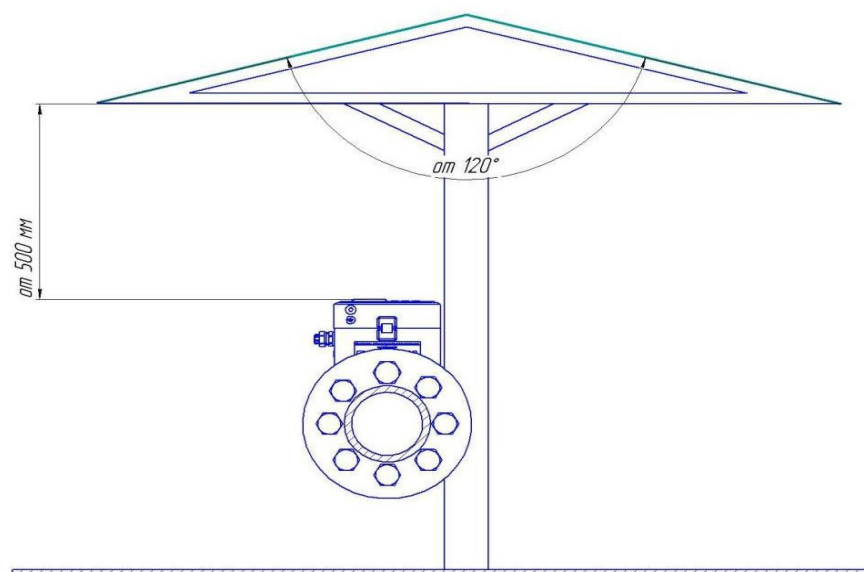

Рисунок 13 - Установка расходомера UMG под навесом.
3.3.3.3 Расходомер рекомендуется устанавливать в закрытом помещении. Допускается установка расходомера UMG под навесом, обеспечивающим защиту от внешних атмосферных осадков, см. рисунок 13.